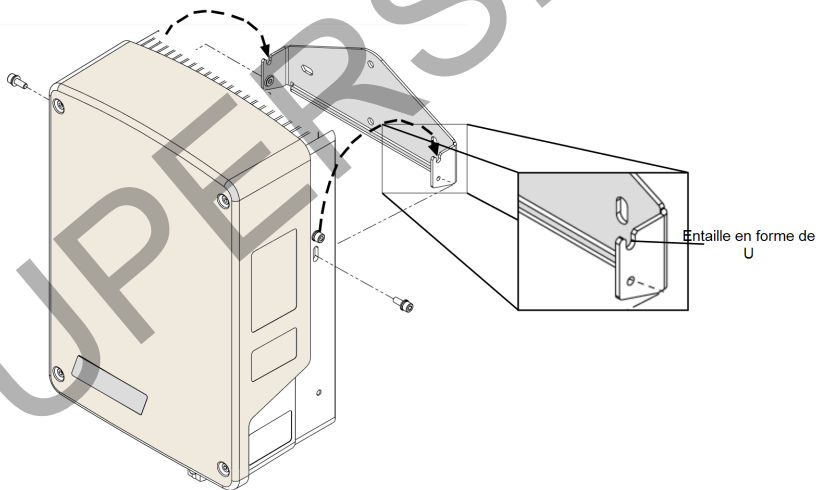

Figure 7: Fixation de l'appareil sur le support
5. Posez l'appareil sur les entailles en forme de U (voir la *Figure 7*). Vérifiez que l'appareil repose bien à plat contre le mur ou le pilier.